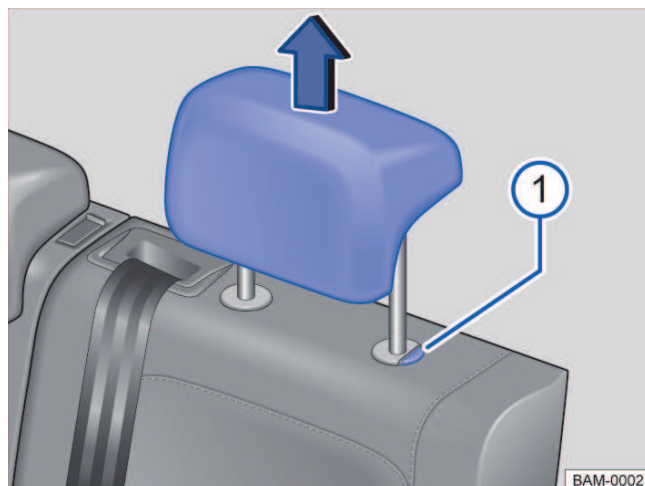

Fig. 71 Apoios para cabeça traseiros: remover.
- Retirar o apoio para cabeça com o botão → Fig. 71 ① pressionado.
- Empurrar o apoio para cabeça para baixo com o botão → Fig. 71 ① pressionado.